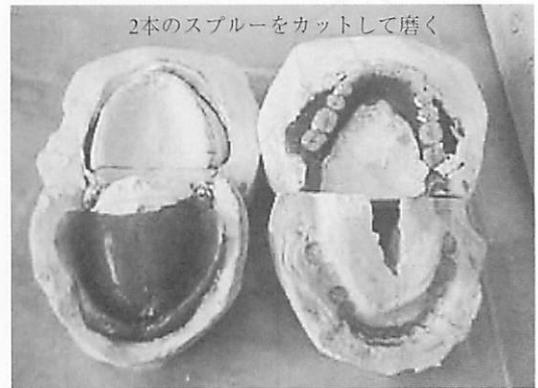

図11 樹脂が硬化して鑄型を開いたところ
v) 樹脂が硬化してから、周りの石膏を取り除き (図11)、スプルーをカットして磨くと、義歯の出来上がりです。